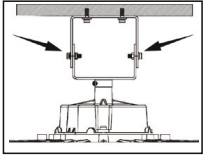
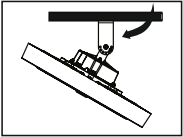

Рис. 4
Рис. 5
- 5.12.4 Извлеките боковые винты (рис. 4), произведите регулировку осветительного прибора на необходимый угол (рис. 5), установите винты и надежно затяните их.